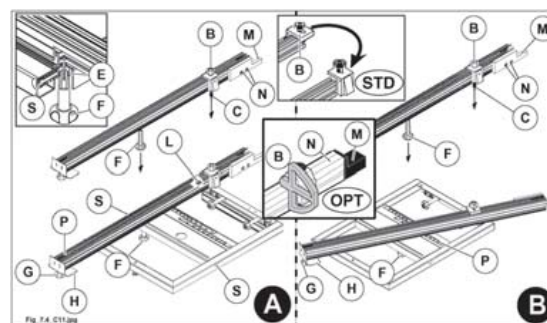

Fig. 7.4
- Posizionare la riga telescopica in modo da mandare il perno (C fig. 7.4) in battuta contro il lardone (L fig. 7.4); il lardone (L fig. 7.4) è registrato dai nostri tecnici, e serve per posizionare velocemente la riga telescopica alla giusta distanza dalla lama sega (solo nella posizione a 90°).
- Posizionare la riga telescopica in modo da mandare il perno (E fig. 7.4) in battuta sul dispositivo (S fig. 7.4).
- Serrare il pomello (F fig. 7.4).
- Per l'uso posizionare le battute (B fig. 7.4) facendo riferimento alla riga metrica (P fig. 7.4).
- Per l'uso posizionare la riga facendo riferimento alla targhetta (P fig. 7.4).
La riga è dotata di una estensione estraibile a canocchiale (H fig. 7.4) la quale se necessita si può allungare dopo aver allentato il pomello (G fig. 7.4).
Quando il paraschegge (M fig. 7.4) si usura, avvicinarlo alla lama sega allentando le due viti (N fig. 7.4). La riga telescopica viene fornita con le battute (B fig. 7.4). Queste si possono velocemente posizionare, per lavorazioni in appoggio o in spinta, sfilandole dalla riga per rimontarle dal lato opposto della stessa.
Quando il paraschegge (M fig. 7.4) si usura, avvicinarlo alla lama sega allentando il grano (N fig. 7.4). La riga telescopica viene fornita con le battute (B fig. 7.4). Queste si possono velocemente posizionare per lavorazioni in appoggio o in spinta semplicemente ribaltandole.